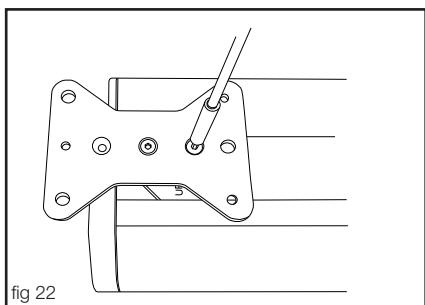

fig 22
2. Fasten the ceiling bracket using two screws for each bracket and appropriate threadlocker (not supplied) (fig 22). Please note that the ceiling bracket is reversible and offers two different sets of holes of your choice!
2. Fäst takkonsolerna med två skruvar vardera och använd lämplig gänglåsning (medföljer inte) (fig 22). Observera att takkonsolen kan monteras på två olika håll beroende på vilken hårbild som önskas.